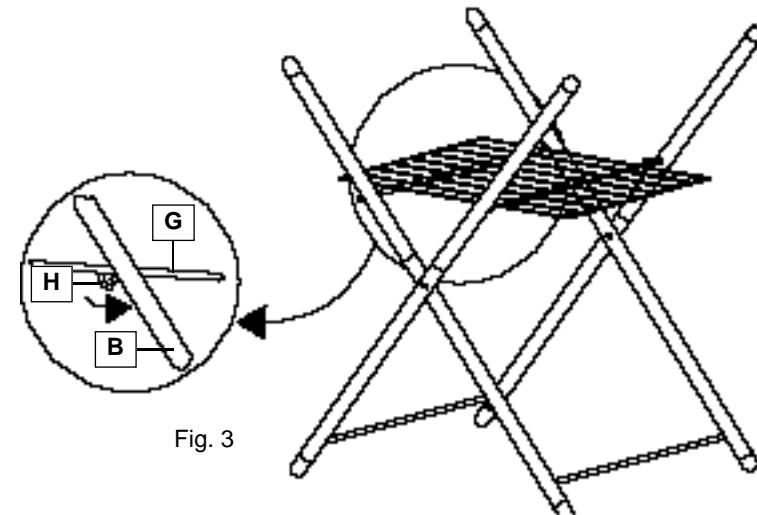

Fig. 3
- Il cavalletto va bloccato in posizione corretta assicurando i ganci **H** della griglia **G** contro il traversino di unione del braccio esterno **B** (vedere fig. 3).